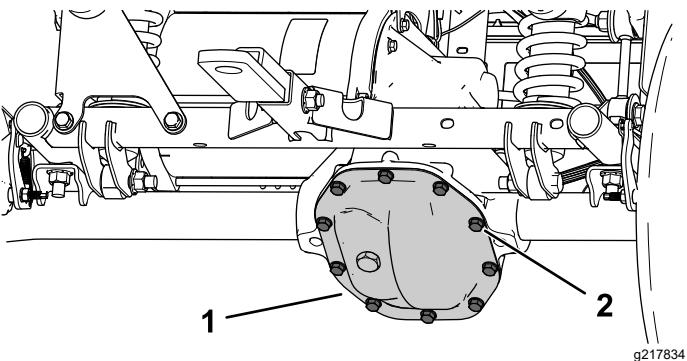

Рисунок 51
- Поместите сливной поддон под крышку коробки передач (Рисунок 51).
- Отверните болты с крышки коробки передач и полностью слейте рабочую жидкость (Рисунок 51).